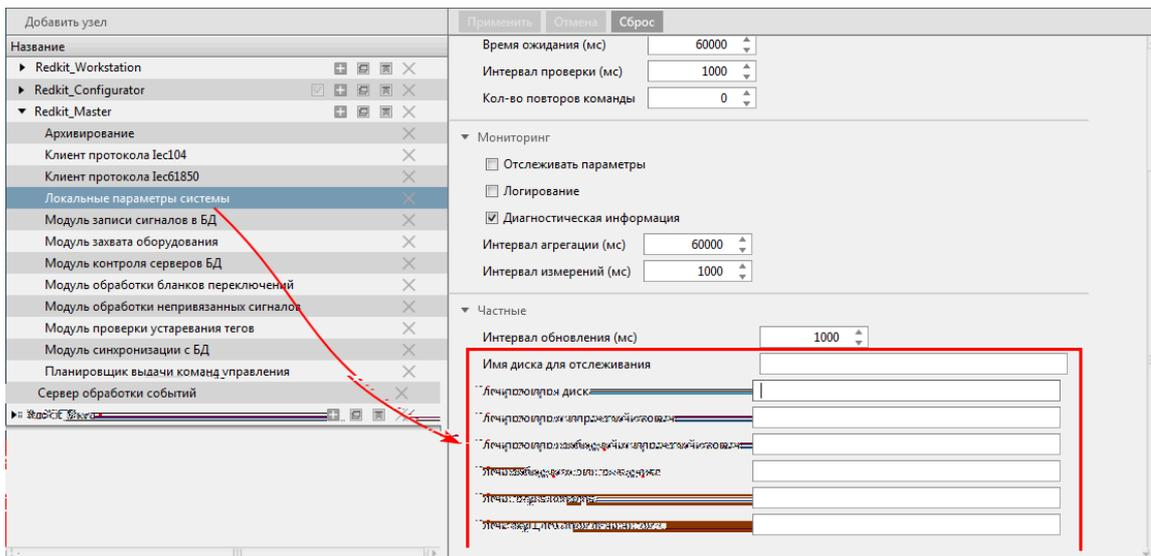

Рисунок 83 - Локальные параметры системы
2. В частных настройках модуля выберите **теги текущего времени системы**. Это теги, в которые записывается **текущее** системное время в формате UNIX-time (Рисунок 83).
3. В частных настройках модуля выберите **теги отслеживания локального диска** (Рисунок 83):